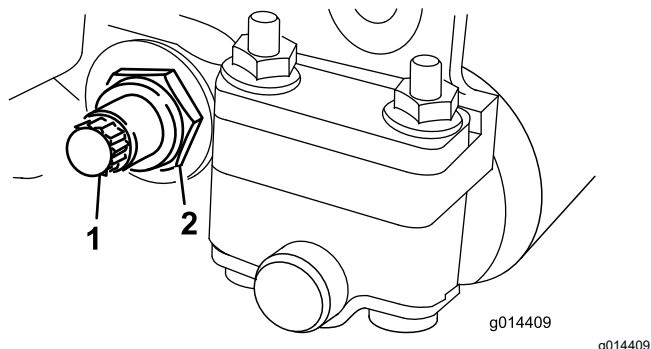

Figura 18
- Pe fiecare latură a mașinii, slăbiți contrapiulița care fixează șurubul barei de cadru (Figura 18).
- Îndepărtați fiecare șurub al barei de cadru, permițând tragerea în jos și îndepărtarea acestuia de pe unitatea de tăiere (Figura 18).